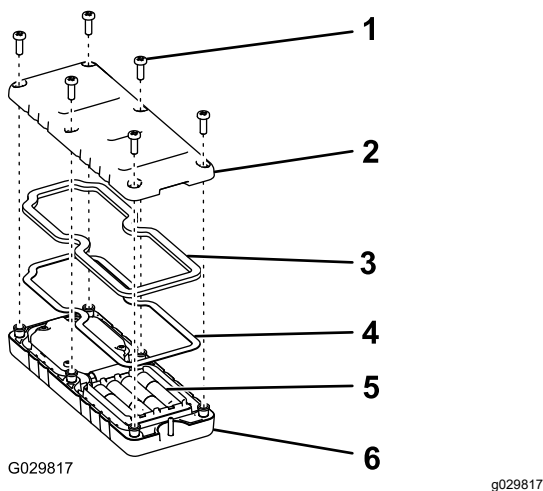

図 28
1. リモートの裏側にあるねじ6本を外してカバーを取る(図 28)。
5. カバーを元通りに取り付け、先に取り外したねじ6本を使って固定し(図 28)、各ねじを 1.5-1.7 N·m 0.15-0.17 kg·m = 13-15 in·lb にトルク締めする。